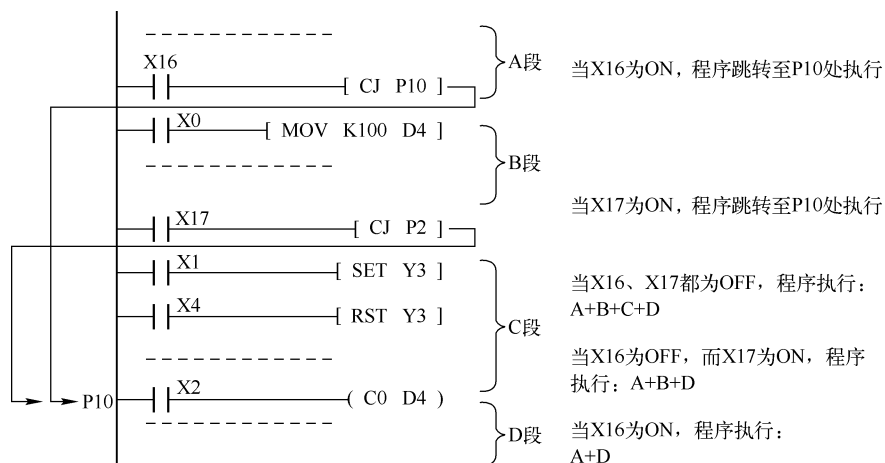

图 8-6 二条跳转指令使用同一标号
(2) 可以有多条跳转指令使用同一标号。如图 8-6 所示，如 X16 接通，第一条跳转指令有效，从这一步跳到标号 P10。如果 X16 断开，而 X17 接通，则第二条跳转指令生效，程序从第二条跳转指令处跳到 P10 处。但不允许一个跳转指令对应两个标号的情况，即在同一程序中不允许存在两个相同的标号。